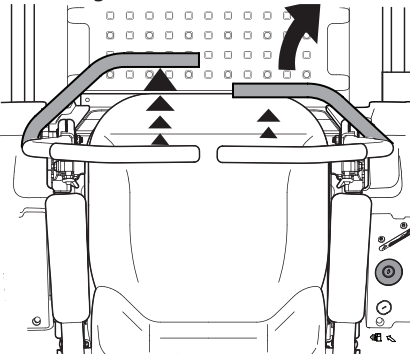

Figure 3-5
2. Pour tourner à droite, tirez la barre de conduite droite vers vous et poussez la barre de conduite gauche vers l'avant. Voir Figure 3-5.